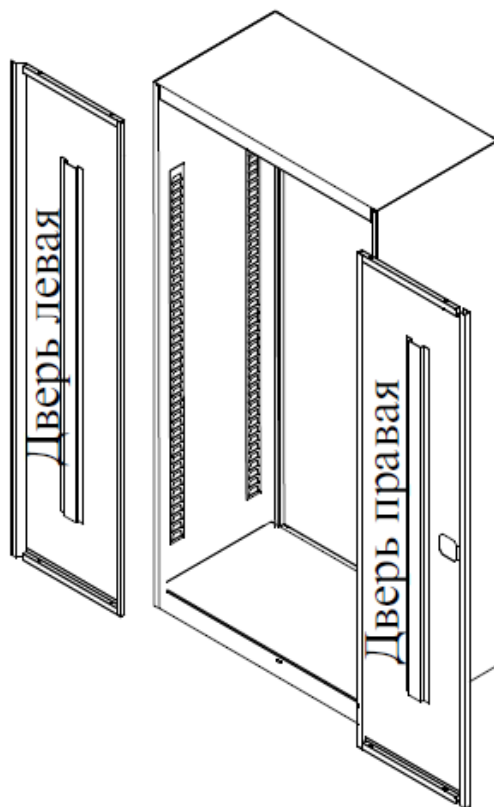

Рис.3
5.3.3. Используя винты М4х10 и гайки М4 на стенки боковые навесить двери (рис.3).